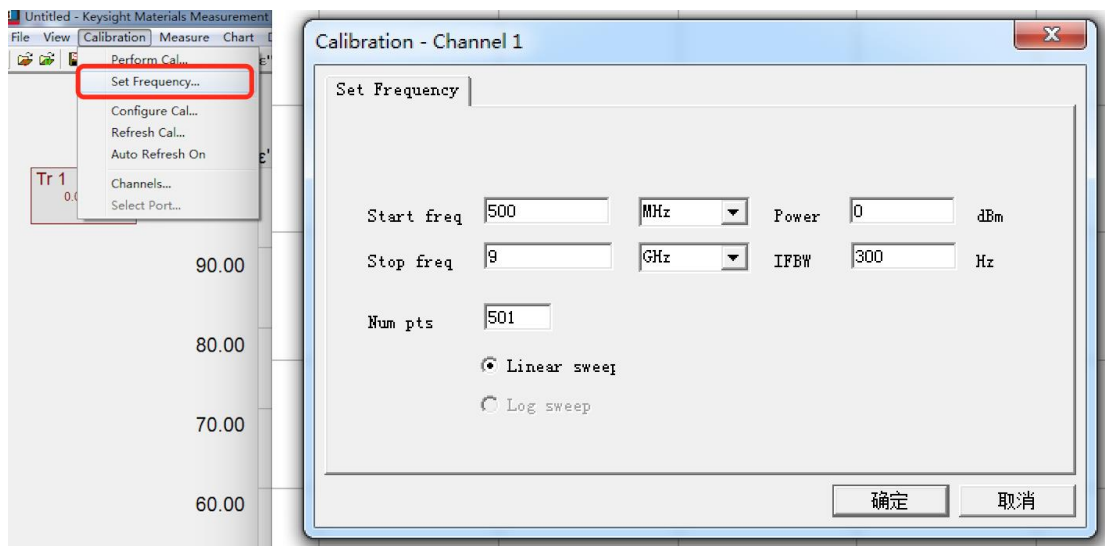

图 10.校准参数设置
- (3) 校准参数设置：如图 10 所示，选择【Calibration】下面的【Set Frequency】，设置起止频率和截至频率、采样点数、功率室温和中频带宽，若中频带宽设置的越小，引入的噪声越小，则测量精度越高。平均次数越多，则测试时间越长，测量精度越高